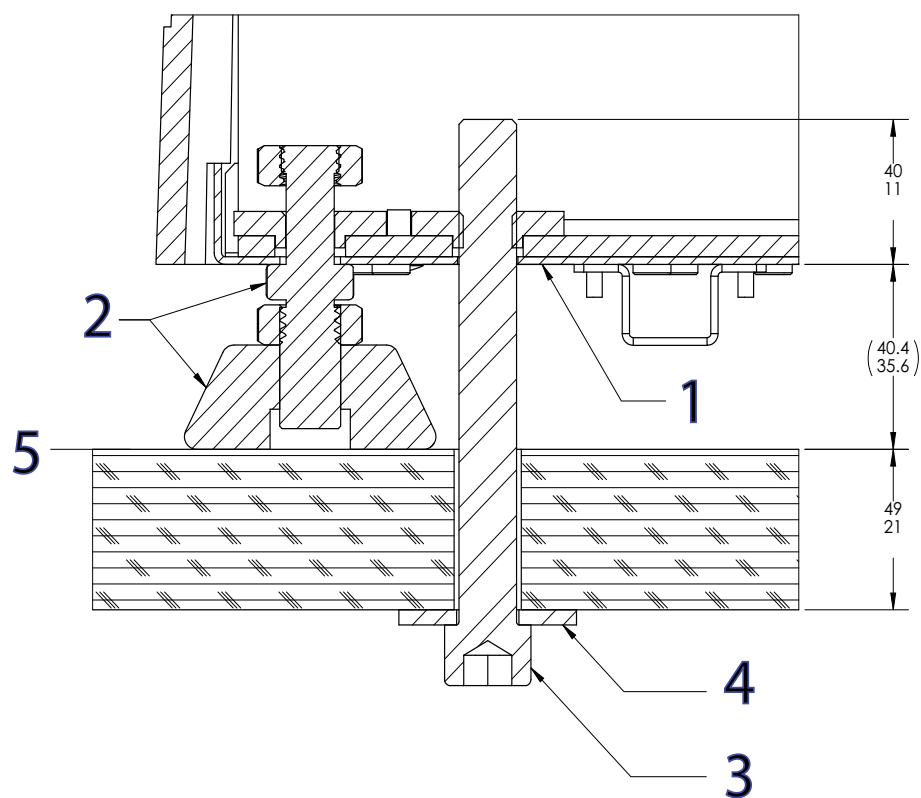

Figura 13. Fijación del bastidor a la mesa
Leyenda de la Figura 13
3. Instale todos los pernos y las arandelas sobredimensionadas como se muestra en la Figura 13 en la página 62.